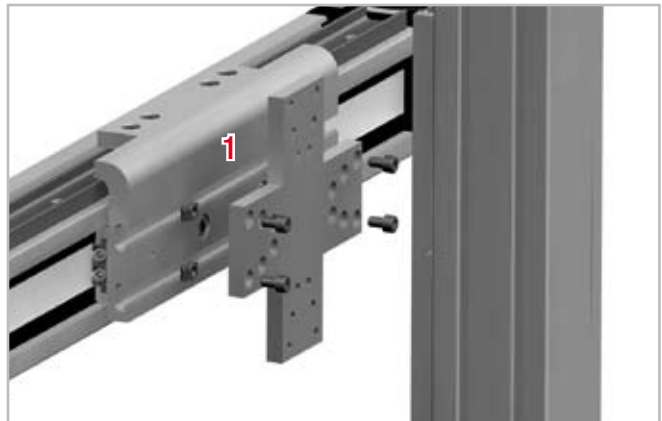

Fig. 75
1. Insérez les vis d'un côté de la plaque d'interface dans les trous préparés (voir fig. 75).